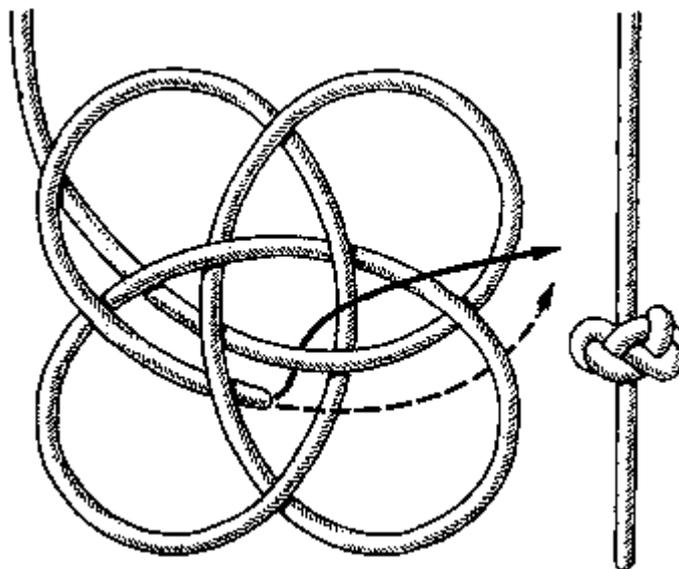

**Рис. 136. Четырехпетельный узел**
**Четырех петельный узел** (рис. 136). Симметричность и определенная витиеватость этого узла позволяют отнести его к разряду чисто декоративных узлов. Он служит художникам в выборе орнамента для декоративной отделки.